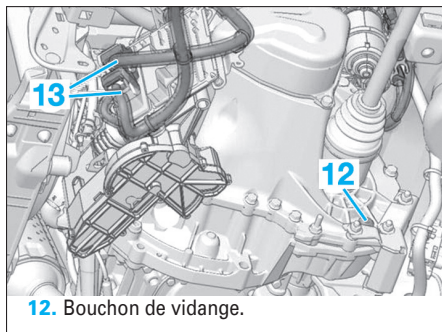

Fig. 50
- **Sur les boîtes robotisées**, déconnecter le calculateur (13) de boîte de vitesses (Fig.50).